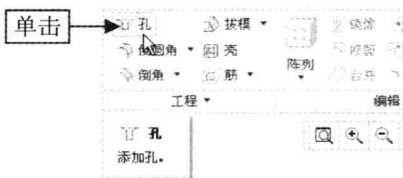

图 6-4 单击“孔”按钮
Step 02 在“功能区”选项板的“模型”选项卡中，单击“工程”面板中的“孔”按钮，如图 6-4 所示，弹出“孔”选项卡。